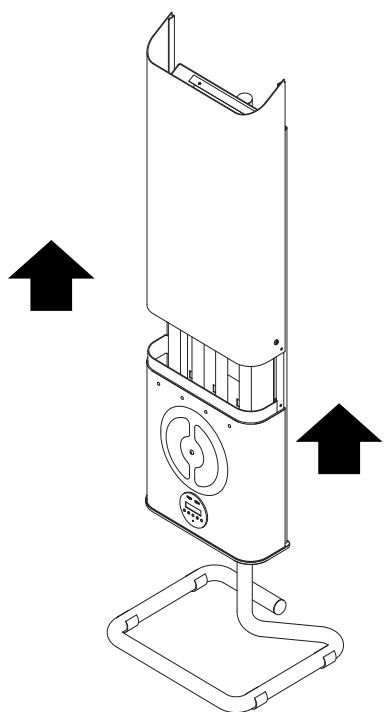

Abb.11
Das Gerät kann jetzt wieder verschlossen werden; dabei das zuvor in Phase 4 abgezogene Gehäuse wieder einsetzen. (Abb.11)
**7. Die Lampen mit dem oberen Gehäuse und dem Erdungsanschluss verschließen (Abb. 11).**